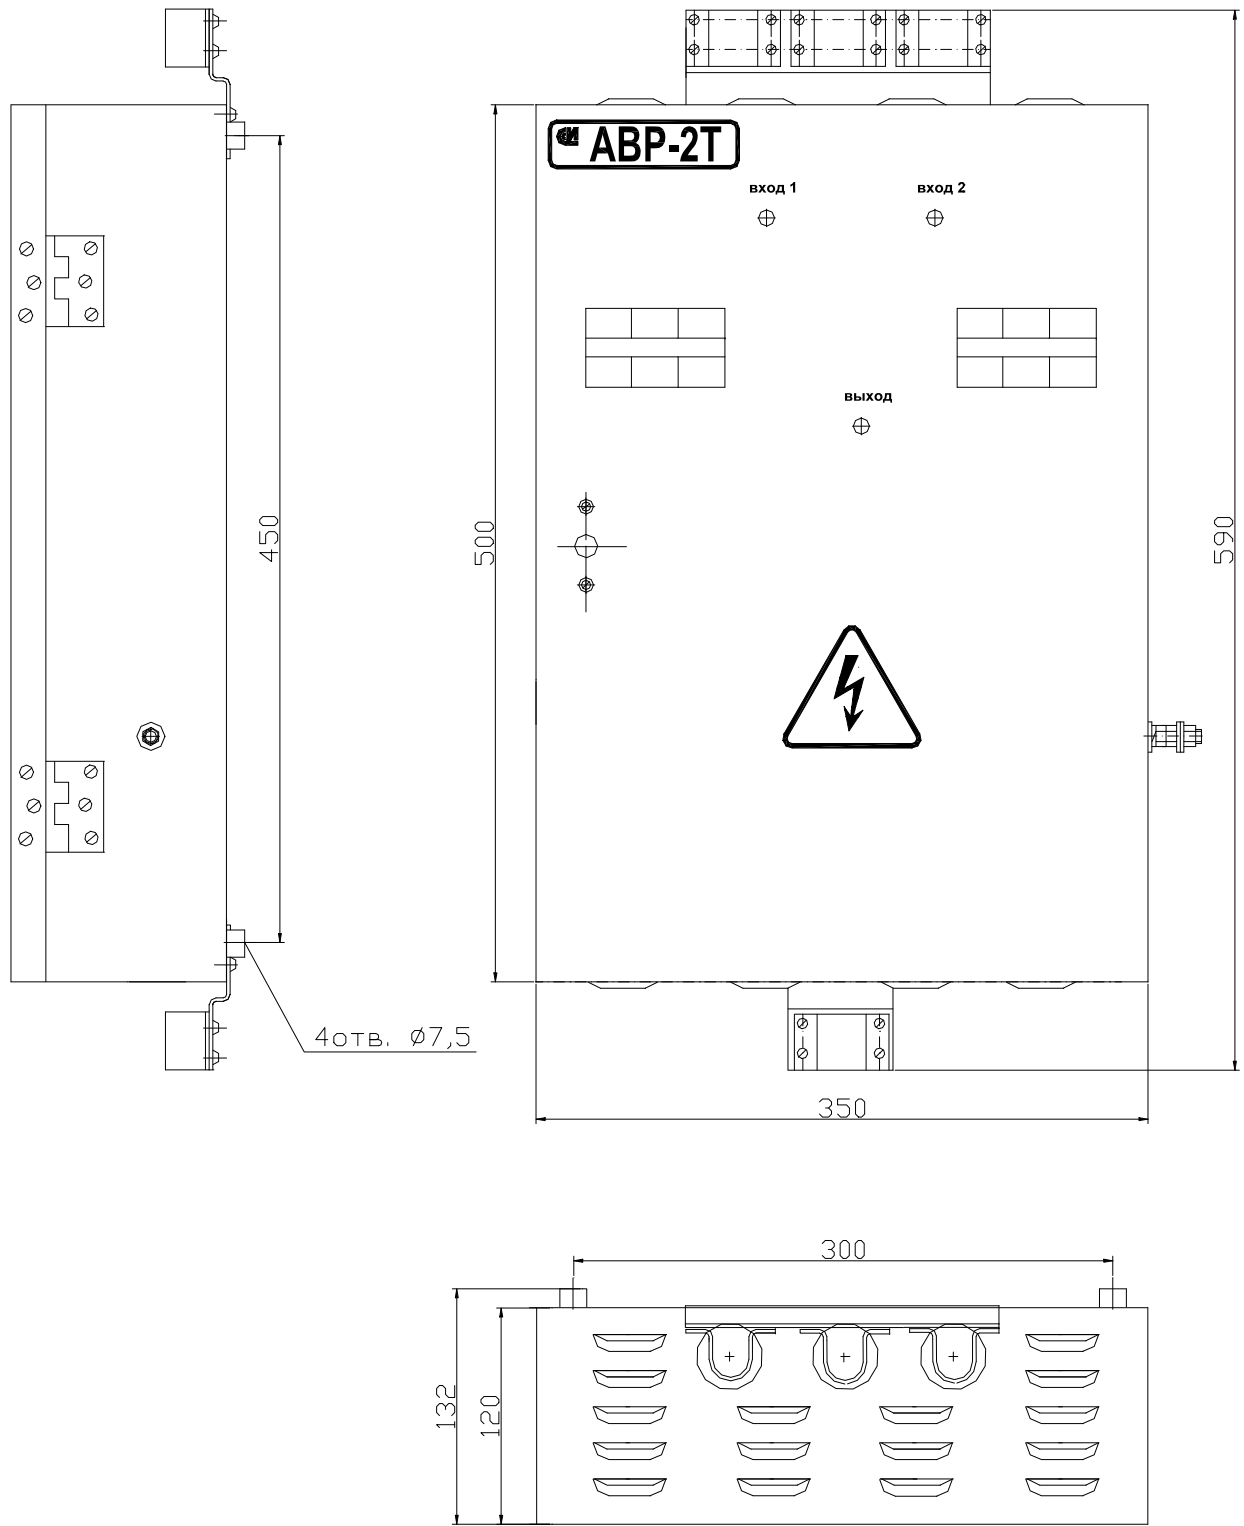

Рис. 1 Щит AVR-2T
2.6 Габаритно-присоединительные размеры указаны на рис. 1.